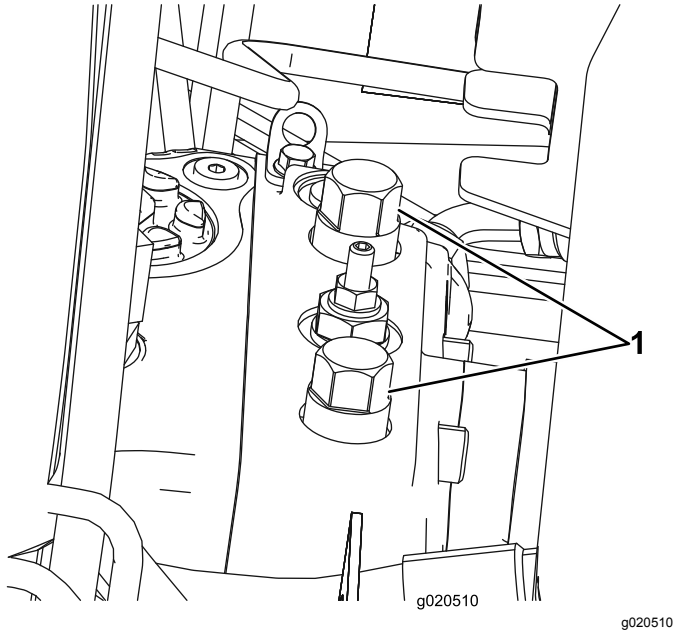

Figure 40
1. Ouvrez le capot et localisez les vannes de dérivation (**Figure 40**) au sommet de la pompe, derrière la batterie/les bacs de rangements.